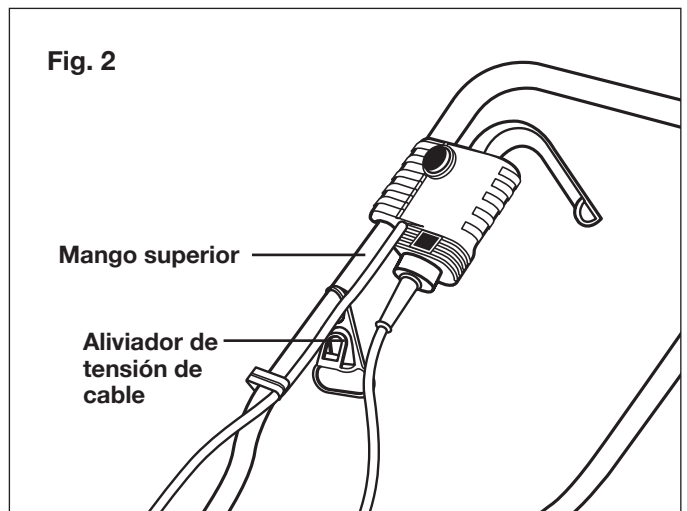

Fig. 2
2. Cuelgue el aliviador de tensión de cable en el mango superior (Fig. 2).